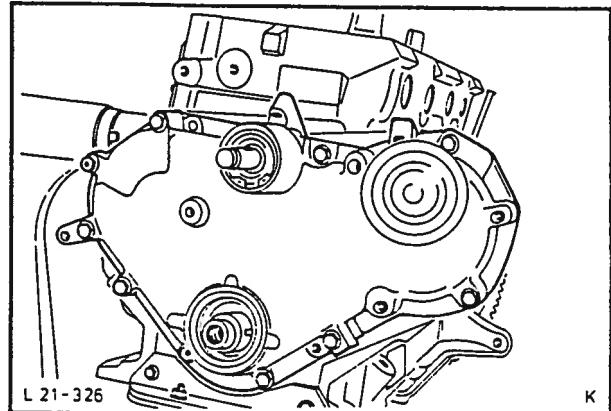

Fig. 45 Demontering av registerdeksel.
15. Demonter registerdekslet (8 bolter, 3 muttere), fig. 45.